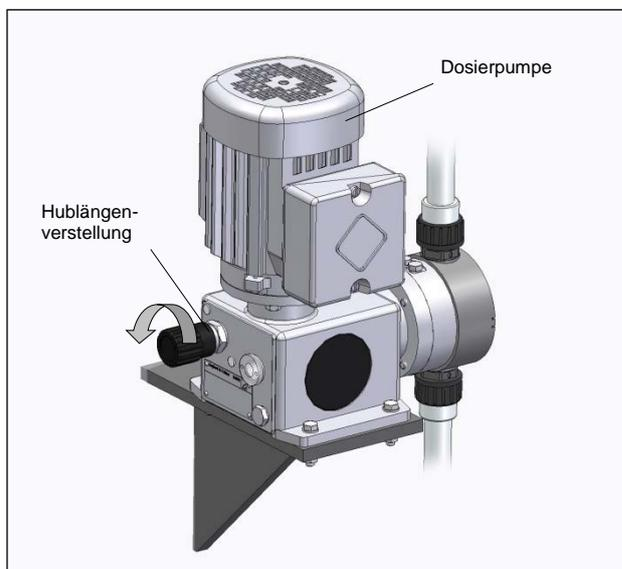

Abb. 14
- Pumpe / Anlage in Betrieb nehmen; Förderstrom der Pumpe durch Hubfrequenz- und / oder Hublängenverstellung bis zum Maximum langsam erhöhen (siehe Abb. 14).